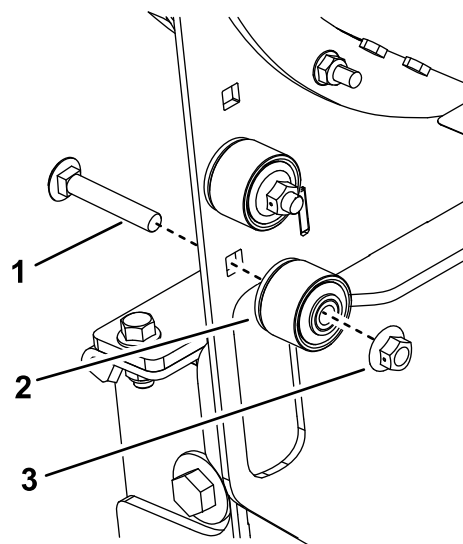

Figure 26
10. Rangez les bagues sur le côté gauche du cadre de la souffeuse à l'aide des fixations (Figure 26).